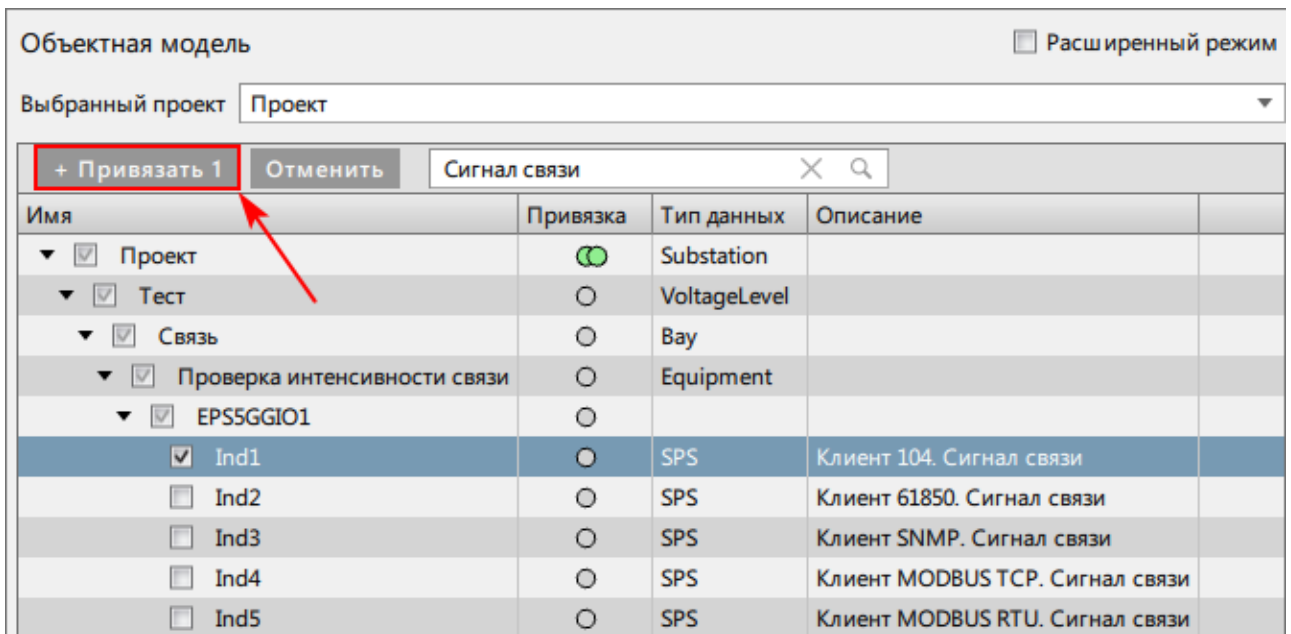

Рисунок 254 - Привязать сигнал
4. Нажмите **+ Привязать 1** (Рисунок 254).